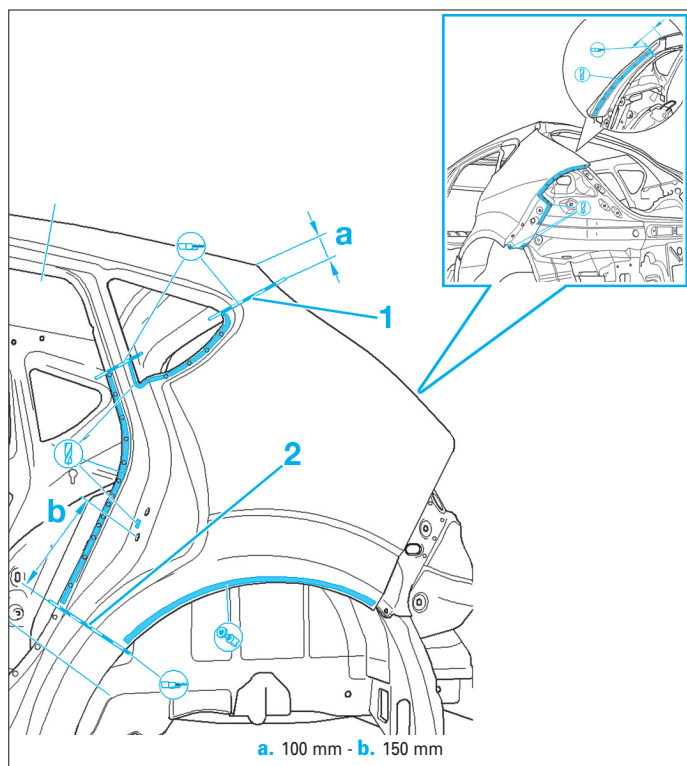

FIG. 55
- Effectuer la découpe (1) en respectant la cote (a) de 100 mm et la découpe (2) en respectant la cote (b) de 150 mm.
- Fraiser et meuler les soudures de l'aile (Fig.55).